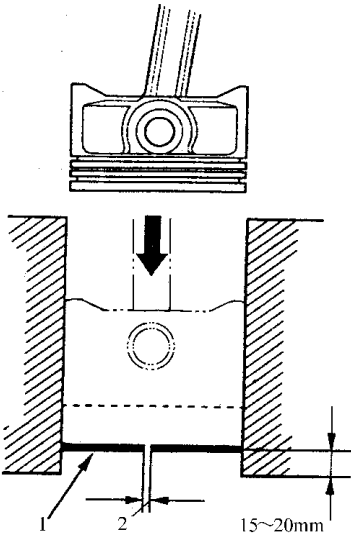

图 2-45 测量活塞环端隙
4) 如图 2-45 所示，用活塞将一个**新的活塞环**推入气缸孔，与底部的距离为 15 ~ 20mm。用塞尺测量活塞环的端隙。如果端隙太小，检查发动机所用的活塞环是否适当。如果轴向间隙太大，则参照磨损极限重新检查气缸的孔径。如果孔径超出了维修极限，必须重镗气缸孔。